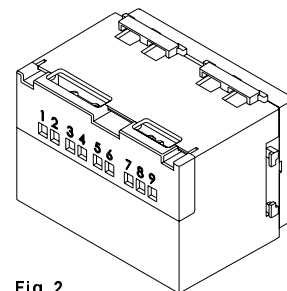
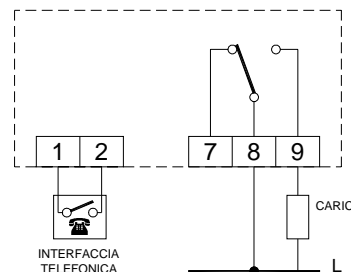

Fig. 2
Fig. 3
2. Eseguire i collegamenti elettrici, mediante la morsettiera innestata all'interno del fondo del cronotermostato (Fig. 2), seguendo lo schema di collegamento di Fig. 3. Collegare ai morsetti: